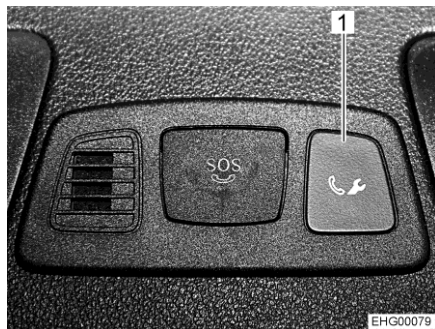
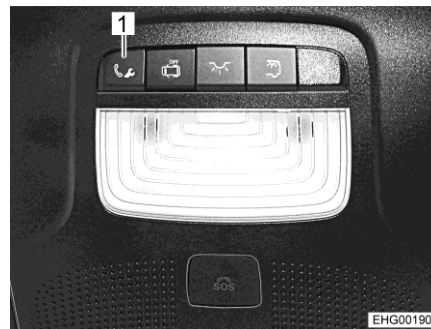

Bild 10 Taste für Pannenanruf (Mittelkonsole)
Bild 11 Taste für Pannenanruf (Dachkonsole)
- Taste (Bild 10,1 bzw. Bild 11,1) für Pannenanruf drücken. Anruf beim Mercedes-Benz Kundencenter wird ausgelöst.